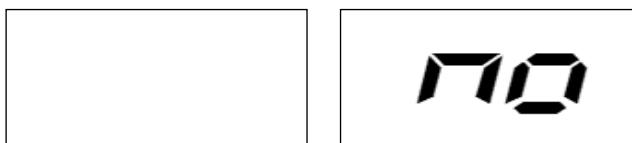
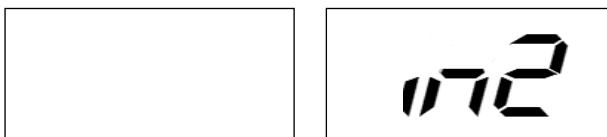

Figura F6.2 La función oculta de bloque de equilibrio no está disponible o la posición seleccionada no está permitida
Figura F6.4 Ingreso de posición de bloque de equilibrio W
- 2) Presione el botón [F+P5]  para ejecutar la función oculta del bloque de equilibrio. Si el lado exterior ya está equilibrado, la máquina mostrará el mensaje que se muestra en la Figura F6.2 por un segundo y emitirá tres pitidos para indicar que esta operación no está disponible.
- 6) Si el ángulo es superior a 120 grados, la máquina mostrará el mensaje que se muestra en la Figura F6.2 por un segundo y emitirá un pitido para indicar que se necesita seleccionar otra posición diferente. Si el ángulo es inferior a 120 grados, la máquina mostrará el mensaje que se muestra en la Figura F6.4 para permitir el siguiente paso.
- 8) Si el ángulo es superior a 120 grados, la máquina mostrará el mensaje que se muestra en la Figura F6.2 por un segundo y emitirá un pitido y volverá a ingresar al paso 7. Si el ángulo es inferior a 120 grados, la máquina mostrará inmediatamente el valor del bloque de equilibrio W2.